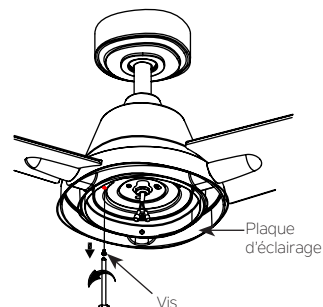

Fig. 23
Étape 1: Retirer l'une des trois vis sur la plaque d'éclairage et conserver pour une utilisation ultérieure, desserrer les deux autres (ne pas les retirer (Fig 23).